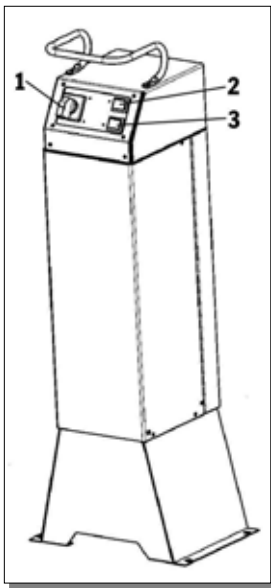

Bild 1: Bedienaggregat
- Einschalten der Steuerung. Hauptschalter auf Position "1" drehen (siehe Bild 1)
- Fahrzeug auf gewünschte Arbeitshöhe senken. Taster „Senken“ drücken. (Bild 1)